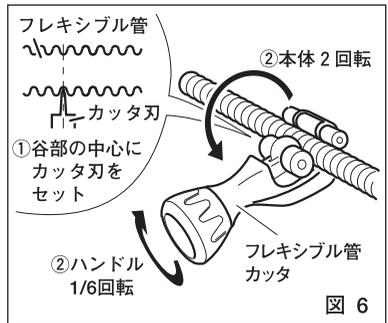
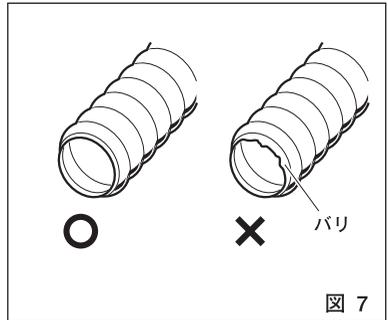

図 6
図 7
(2) 加工するパイプの切断 (図6,7)
- ①フレキシブル管カッタの刃を切断する管の谷部の中心に合わせます。
- ②フレキシブル管カッタのハンドルを回して、刃をゆっくりと送り込みながら切断します。
- ③切断面の変形、バリがないことを確認してください。バリや変形があると正常なツバ出しが出来ず、水漏れの原因となります。(図7)